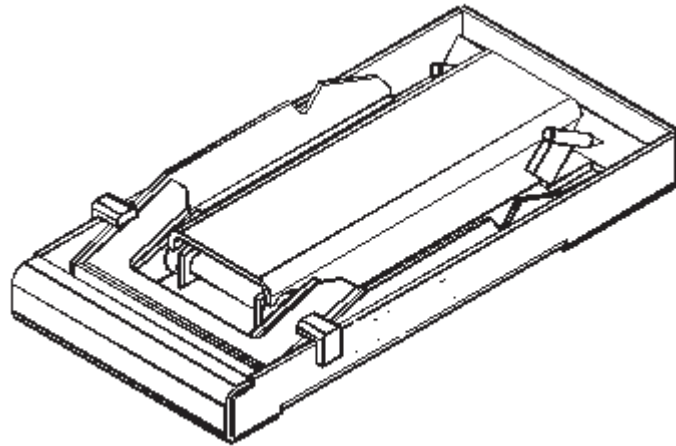

Рисунок 1.4 - Продольный упор УМК-2КМ в сложенном для хранения состоянии
1.3.4 Продольный упор для транспортировки и хранения складывается – упор помещается в рамку, образуя компактную форму (рисунок 1.4). Для эксплуатации требуется сборка продольного упора. Поперечный упор в сборке при подготовке к эксплуатации не нуждается.